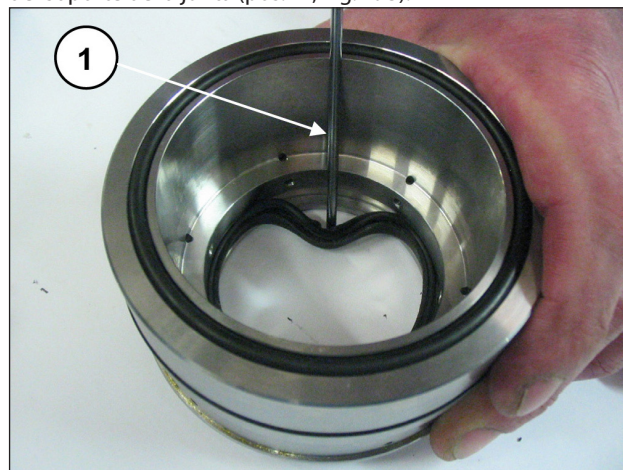

Fig. 193
Para quitar la junta de baja presión, es necesario utilizar un espesímetro o una herramienta que no dañe el alojamiento del soporte de la junta (pos. ①, Fig. 193).